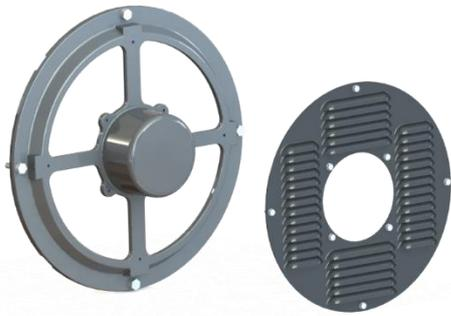

Figura 14.37: Retirada de la tapa veneciana
- 3) Retirar la tapa veneciana de la tapa de la excitatriz con PMG, retirando los 8 tornillos sextavados M6, conforme la Figura 14.37.